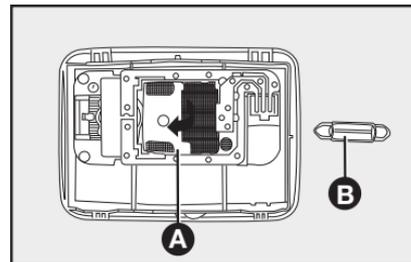

fig. 66
- Abrir a tampa **A-fig. 66** no sentido indicado pela seta;
- Retirar a lâmpada **B-fig. 66** e substituí-la;